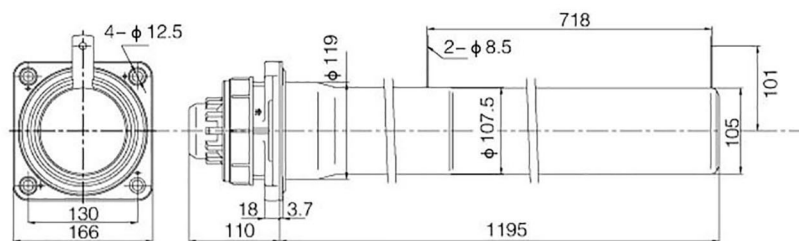

图2 熔断器外形尺寸和安装尺寸
1. 变压器箱体应开有可放置熔断器的  $\phi 120+2$  圆孔，圆孔周围焊有长 (40 ~ 45) mm 四个 M10 的螺栓，螺栓位置尺寸参考图2。